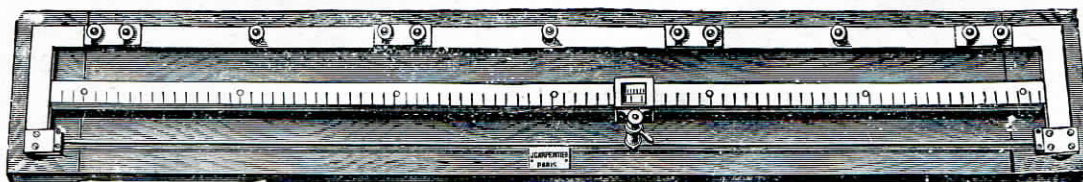

FIG. 22
**Pont de Wheatstone à fil de maillechort** (modèle simple) (*figure 22*)..... 100. »